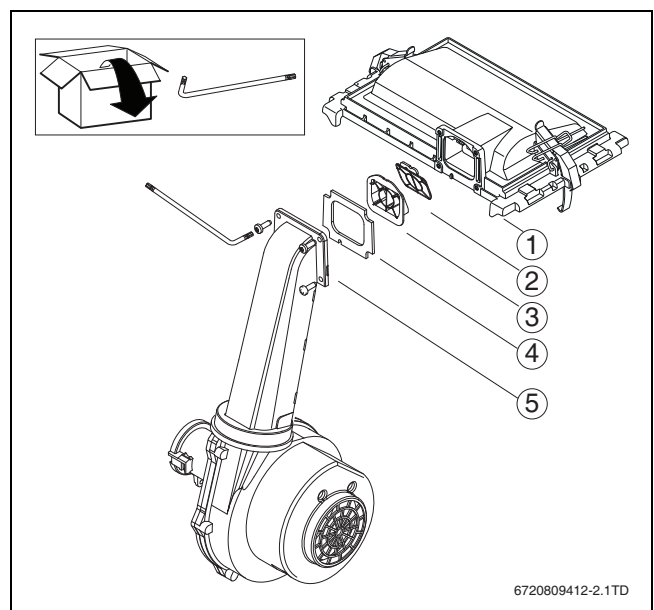

Fig. 7 Coperchio del bruciatore con l'unità gas/aria
- ▶ Inserire la nuova valvola (→ fig. 7, [2]) nel nuovo coperchio del bruciatore [1].
- ▶ Inserire il nuovo involucro della valvola (→ fig. 7, [3]) nel nuovo coperchio del bruciatore.
- ▶ Inserire la nuova guarnizione (→ fig. 7, [4]) nel nuovo coperchio del bruciatore.
- ▶ Avvitare l'unità gas/aria (→ fig. 7, [5]) sul coperchio del bruciatore (→ fig. 7, [1]).